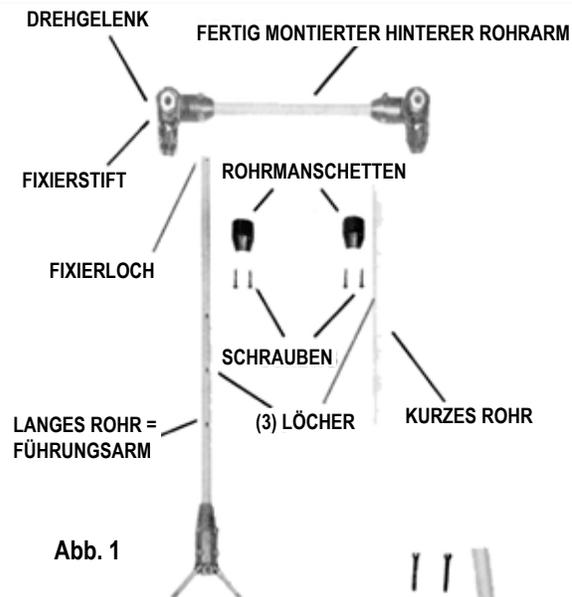
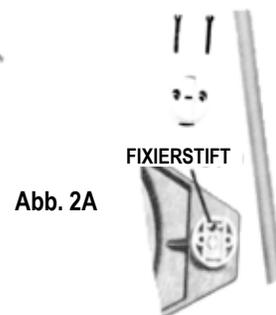
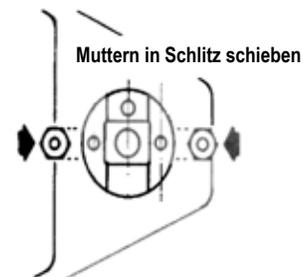

Abb. 1
Abb. 2A
Abb. 2B
1. Von dem **FERTIG MONTIERTEN HINTEREN ROHRARM** werden zunächst die beiden **ROHRMANSCHETTEN** entfernt, in denen sich noch kein Rohr befindet. Anschließend stecken Sie in das linke **DREHGELENK** das **LANGE ROHR** mit dem **FIXIERLOCH** auf den **FIXIERSTIFT** und sichern das Rohr mit der zuvor entfernten Manschette. Verfahren Sie danach genauso mit dem **KURZEN ROHR**, das an das rechte Drehgelenk montiert wird. (Abb. 1)
2. Drehen Sie den Zusammenbau jetzt um und legen Sie die **ADAPTERPLATTE** zwischen die beiden Rohre. Achten Sie darauf, dass der **FIXIERSTIFT** in den **ADAPTER DREHGELENKEN** zum hinteren Rohrarm zeigt (Abb. 2A). Schieben Sie zum Schluss noch links und rechts je eine Sechskantmutter unter jedes **ADAPTER DREHGELENK** (Abb. 2B). Legen Sie jetzt den langen Führungsarm so in das rechte **ADAPTER DREHGELENK** ein, dass eines der drei Löcher (s. Abb.1) - je nach gewünschtem Verkleinerungsfaktor - genau im **FIXIERSTIFT** des **ADAPTER DREHGELENKS** steckt. Mit der **ABDECKUNG DES DREHGELENKS** und den beiden **SCHRAUBEN** klemmen Sie dann den Führungsarm im **ADAPTER DREHGELENK** fest.